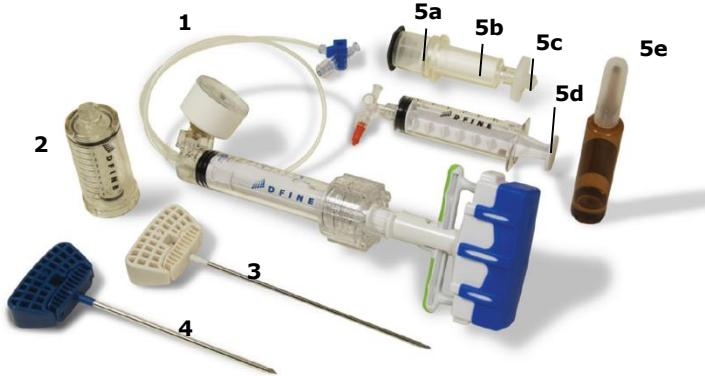

Рисунок 1. Система вертебропластики StabiIT VP
Система вертебропластики StabiIT VP предназначена для контролируемой доставки костного цемента StabiIT в лечении компрессионных переломов позвонков. Система вертебропластики позвоночника StabiIT состоит из пяти (5) компонентов (Рис. 1).